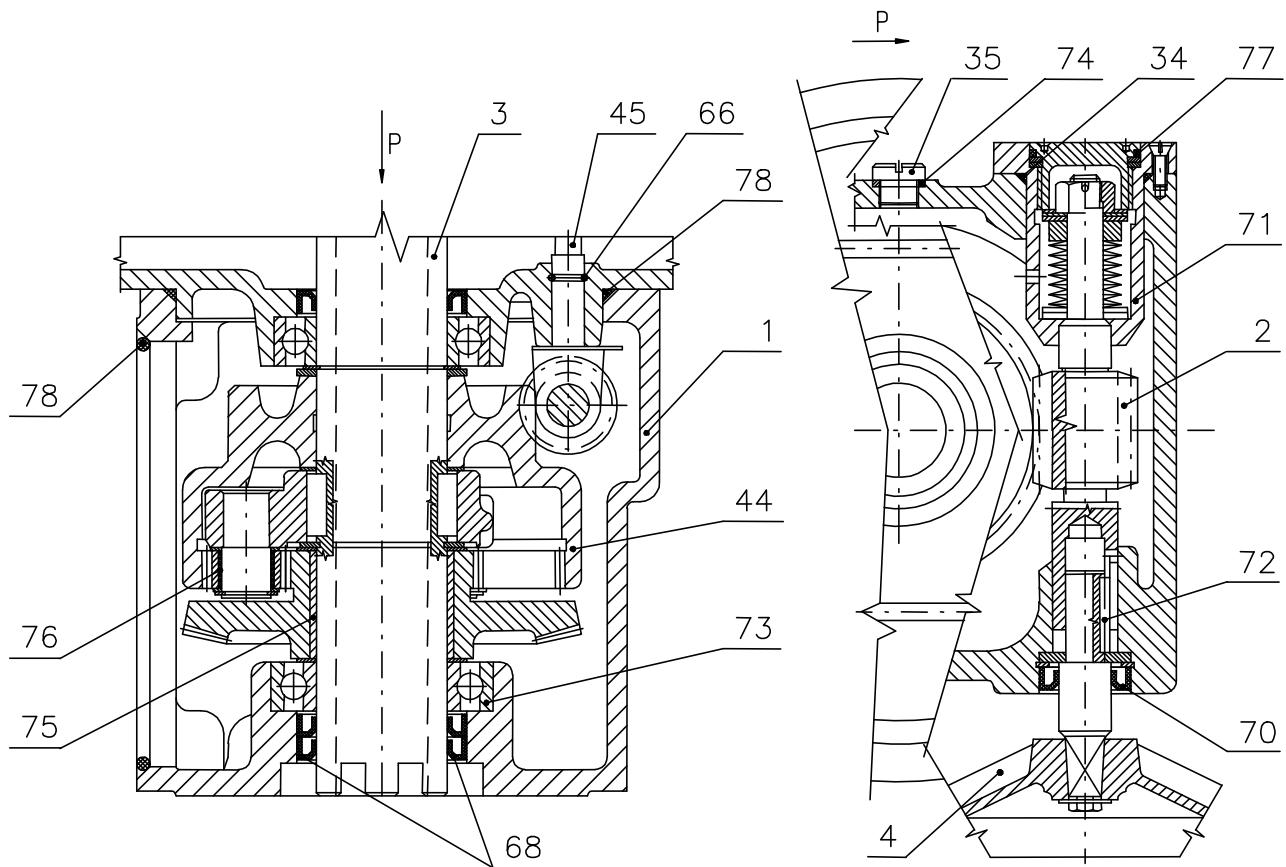
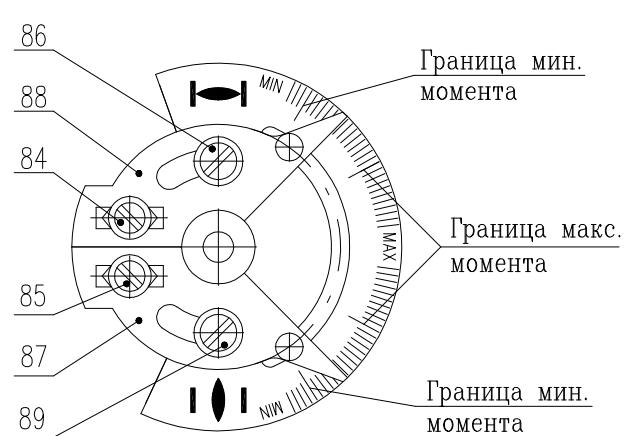

Рис. 2
Рис.4
Модуль M3 – силовая передача с ручным управлением (рис.2)
Блок моментного выключения (рис. 4 и 5)
- моментное колесо (рис. 4)
Моментное колесо (рис. 4) укреплено на моментном валике (45), выходящем от силовой передачи (рис. 2). Угол поворота моментного колеса пропорционален крутящему моменту на выходном вале (3) ЭП. Его величина устанавливается перестановкой сегментов (17) и передвижением упоров (18). Достигнутая величина крутящего момента переносится от моментного колеса на моментное устройство (9) при помощи моментного рычажка (42).